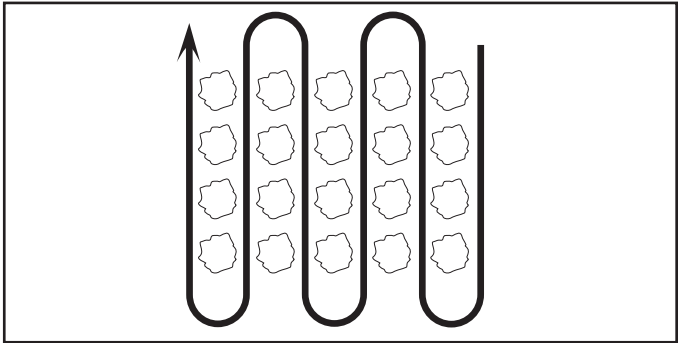

FIG. 10
- Cultivez le long des rangs à une vitesse qui permettra aux fraises de déraciner les mauvaises herbes et de laisser la terre à l'état brut pour que les mauvaises herbes n'y repoussent plus (Voir la fig. 10).
- Coupez le long des rangs à une vitesse qui permettra aux fraises de déraciner les mauvaises herbes et de laisser la terre à l'état brut pour que les mauvaises herbes n'y repoussent plus (Voir la fig. 10).